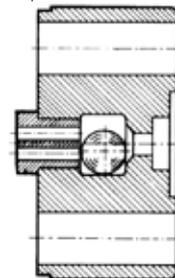

Рис. 6:
Ввод в эксплуатацию (см. Рис. 6)
- Ⓑ Шаровой кран/обратный клапан (см. Рис. 6)